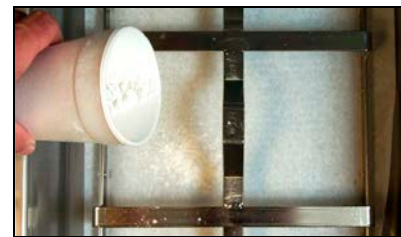

图 4
5. 如果使用滤纸，在压紧环到位后，将一包滤粉均匀地撒在滤纸上。（参见图 4）